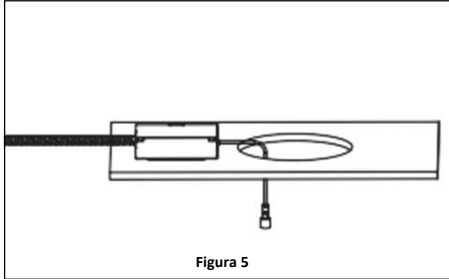

Figura 5
3. Conecta los cables de la lámpara a la caja de conexiones y realiza las conexiones de cableado según el diagrama de cableado. Deja el extremo del conector con llave fuera del orificio y visible. **Ver Figura 5.**